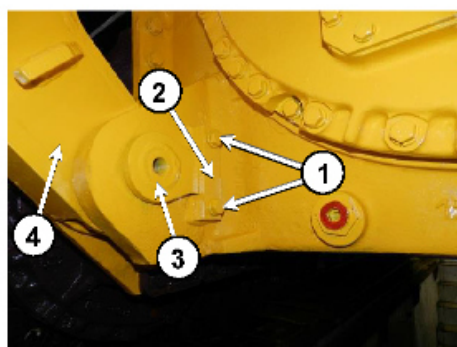

Рисунок 7.27
- болтов **1** (рисунок 7.27) – 129... 176 Н·м (13,2... 18,0 кгс·м).